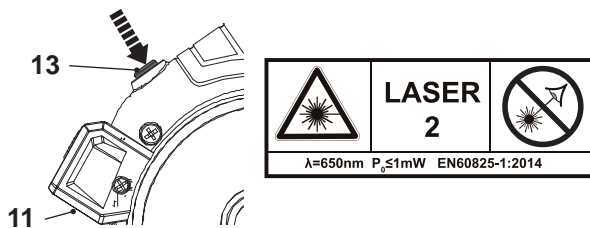

Fig. 9
1. Encienda el láser (11) pulsando el botón de encendido/apagado del láser (13) (Fig. 9).
2. Apague el láser (11) pulsando de nuevo el botón de encendido/apagado del láser (13).